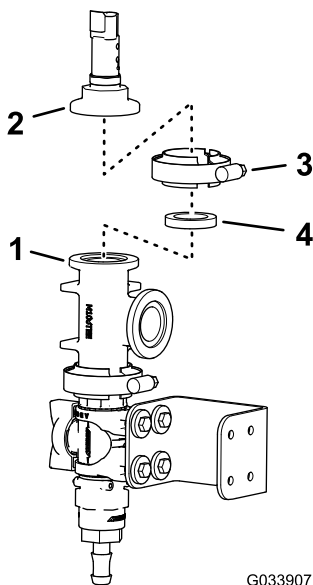

Bild 14
6. Fluchten Sie den Flansch des Druckwandlers mit dem Flansch des T-Anschlussstücks aus, wie in Bild 14 abgebildet.
7. Befestigen Sie den Druckwandler mit einer Dichtung und Flanschklammer am T-Anschlussstück und ziehen Sie die Klemme mit der Hand an (Bild 14).